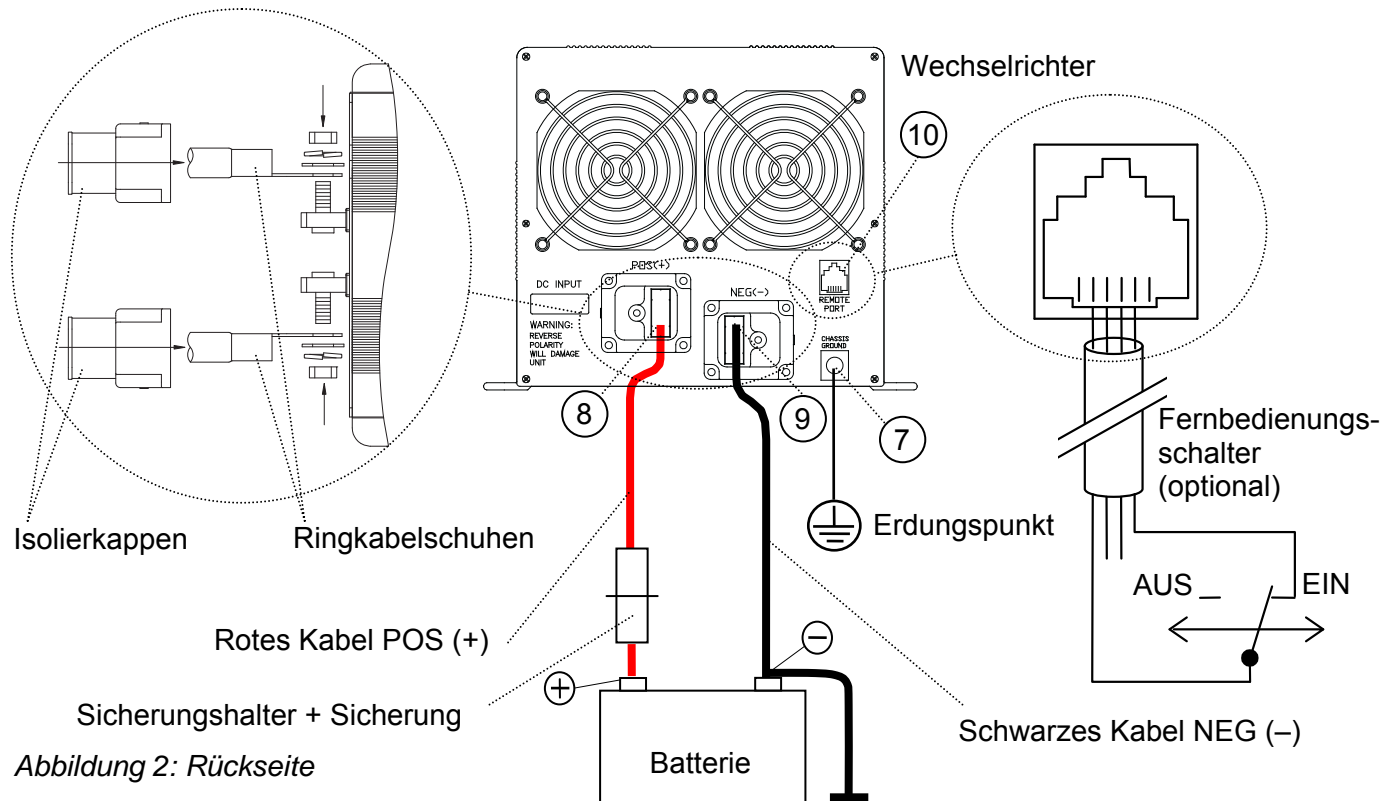

Abbildung 2: Rückseite
- Schließen Sie den Erdungspunkt des Wechselrichters (siehe Abb. 2, Ref. 7) an den zentralen Erdungspunkt des Fahrzeugs / Schiffes an.
- Schließen Sie den Neutralleiteranschluss (N) des AC-Ausganges an dem Schutzleiter (PE) an und integrieren Sie einen Fehlerstromschutzschalter in die Verdrahtung des AC-Ausganges. Siehe unten für modellabhängige Angaben.
- Fernbedienung (optional). Wenn Sie den Wechselrichter von einem entfernten Standort bedienen möchten, können Sie einen entsprechenden Schalter einbauen, so wie in Abbildung 2 dargestellt. Wenn der Kontakt geschlossen ist, wird der Wechselrichter eingeschaltet.